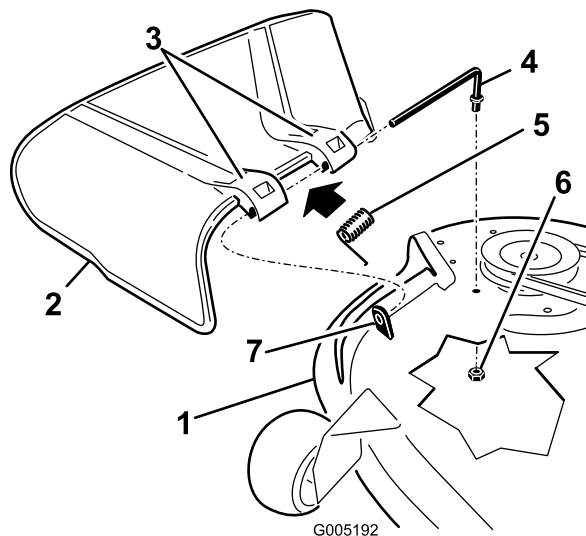

Figura 56
- Retire la tuerca (3/8 pulgada) de la varilla (debajo del cortacésped) (Figura 56).
- Retire la varilla del espaciador corto, del muelle y del deflector de hierba (Figura 56).
- Vuelva a colocar el deflector de hierba (Figura 56).
- Deslice la varilla por el segundo soporte del deflector de hierba (Figura 56).
9. Sujete el extremo trasero de la varilla al cortacésped con una tuerca (3/8 pulgada), según se muestra en Figura 56.